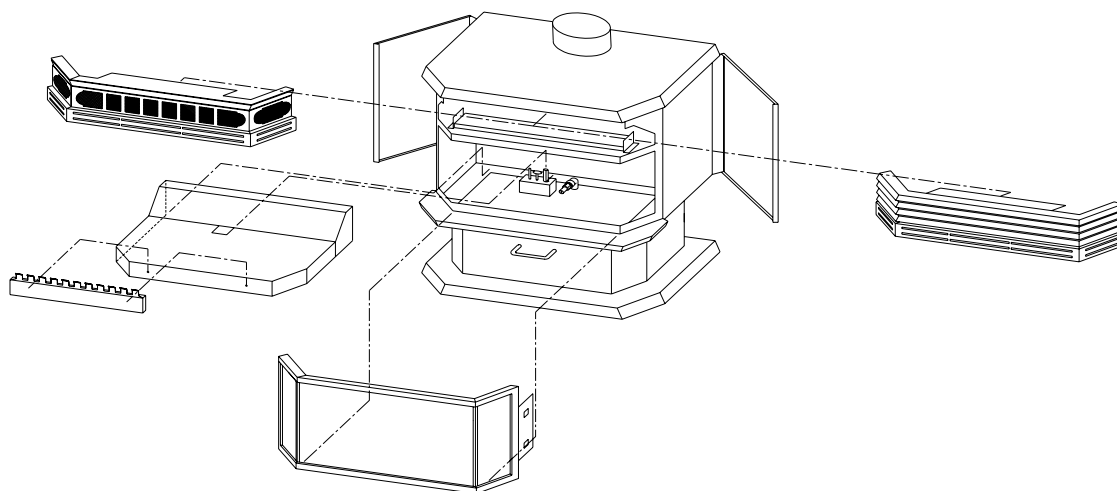

Figure 17
1. Ouvrez les portes latérales et retirez la grille supérieure en la faisant glisser vers l'avant pour la sortir des pinces situées sous le dessus de l'appareil; voir la figure 17.
5. Retirez la grille à charbons ardents en la soulevant et en la tirant vers vous, puis retirez l'ensemble du plateau du brûleur d'un seul tenant en le tirant d'abord vers l'avant puis en le soulevant vers le haut tel qu'indiqué à la figure 17.